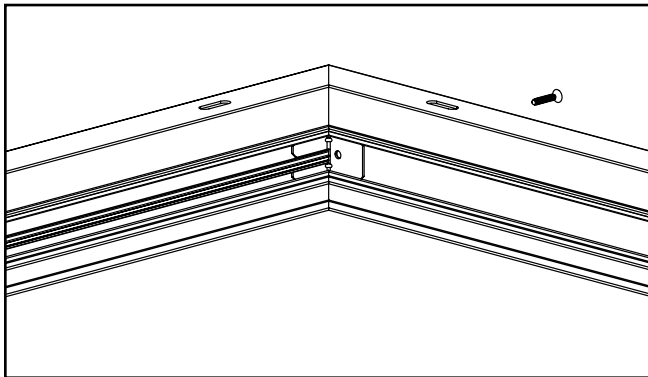

Figure 12.
3. Utilisez les vis fournies pour assembler les pièces du cadre de manière à former un coin. (Figures 12 et 13.)